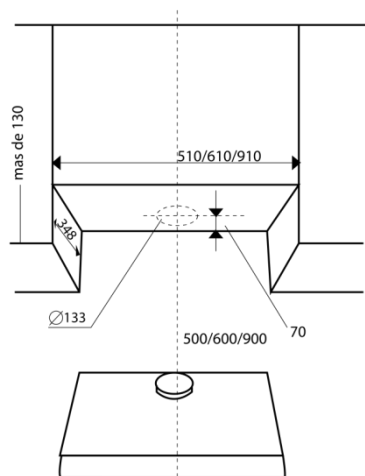

FIG . 5
1. Como se muestra (fig.5), perfora un agujero de 133 mm de diametro en el gabinete comprobar la posicion de la toma de corriente y considerar si el cable de alimentacion del artefacto llega al tomacorriente.